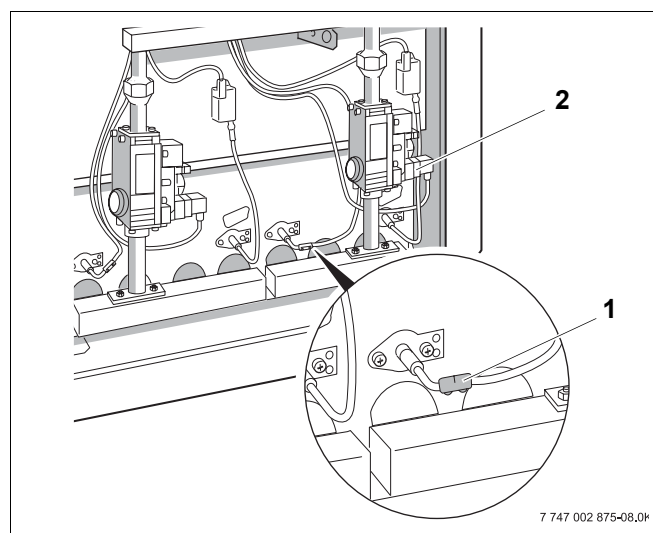

Рис. 33 Проверка контроля пламени
- Удалите защиту от прикосновения на контрольном кабеле (рис. 33, поз. 1) и разъедините штекерное соединение.
Примерно через 12 секунд откроется электромагнитный клапан (рис. 33, поз. 2), что можно распознать по тихому щелчку. Примерно через 10 секунд после этого горелка переключается на неисправность, т.е. загорится сигнальная лампочка на кнопке подавления помех.